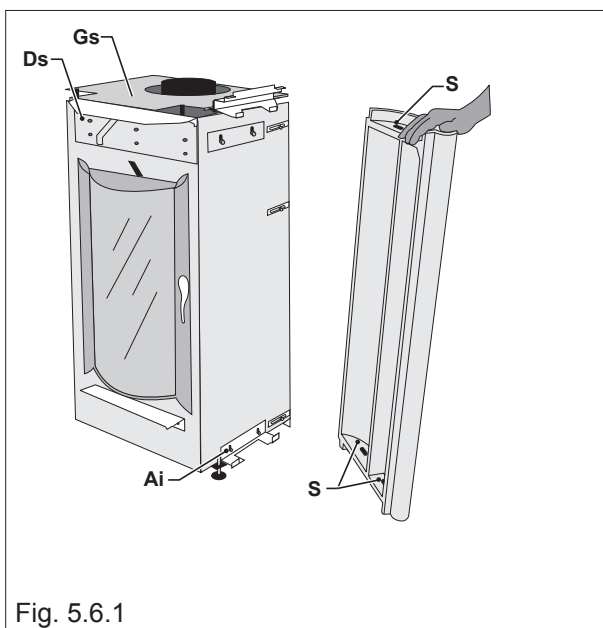

Fig. 5.6.1
MONTAGES DES COTES EN CÉRAMIQUE (OLIVIA) (FIG.5.6.1)
- 1) enlever la grille GS; monter les côtés selon les instructions indiquées ci-dessous et, une fois que vous avez également fixé le bandeau haut, fixer de nouveau la grille GS. Dans la partie intérieure des deux côtés courts ils sont dotés de rainures spéciales (S) pour leur fixation au poêle. (Fig.5.6.1).
MONTAJE DE LOS COSTADOS DE CERÁMICA (OLIVIA) (FIG.5.6.1)